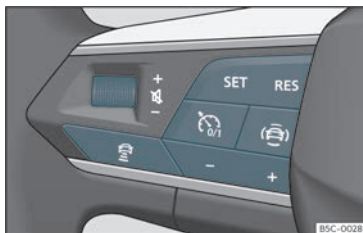

Fig. 161 No volante multifunción: botóns para manexar o ACC
O seu vehículo dispón de ACC se conta cun menú de configuración no sistema de Infotainment»» pág. 91, e se tes os botóns propios da función ACC no volante multifunción »» fig. 161.
- Para comezar a regulación, prema o botón **SET**»» **fig. 161**.
Para programar a velocidade prema os botóns **+** ou **-**»» **fig. 161** ata a velocidade desexada. O axuste de velocidade realízase en intervalos de 10 km/h (5 mph).
- Prema o botón  e, a continuación, o botón **+** ou **-**»» **fig. 161**.